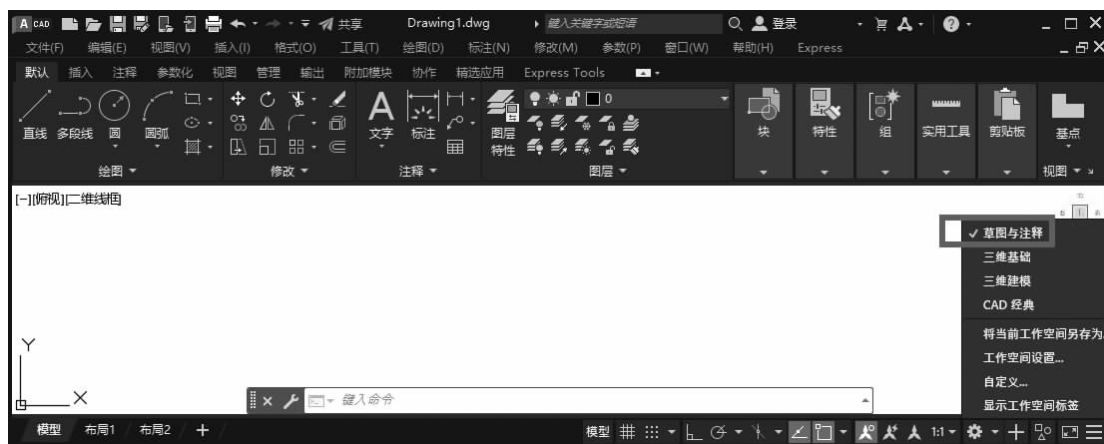

图 1-8 草图与注释空间
(1)草图与注释空间:用于二维图形的绘制,如图 1-8 所示。